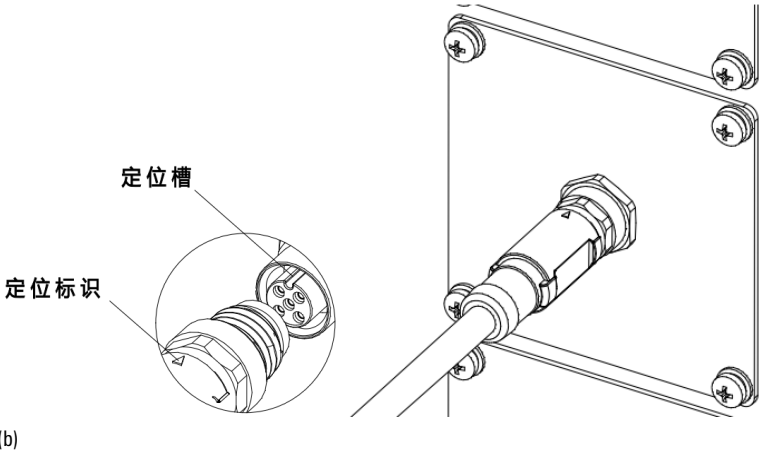

图 13-7 ARCCD10-RS232 线束外部接线示意图
步骤4. 将 ③ ARCCD10-RS232 线束带有 M12 直式插头的一端按照三角定位标识接在柜体的 M12 母座接头上（参考图 13-7），另一端接在用户自己的应用模块上。